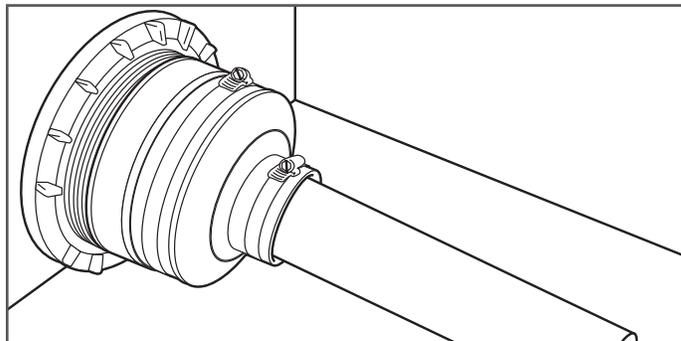

Figure 22-13
11. Consultez Section 7 pour les directives sur l'installation du raccords DoubleTrac à fixer sur le terrain (Figure 22-13).